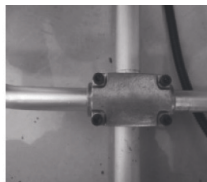

рис. 2.3
3. Установите рукоятку и закрутите винты (рис. 2.3).